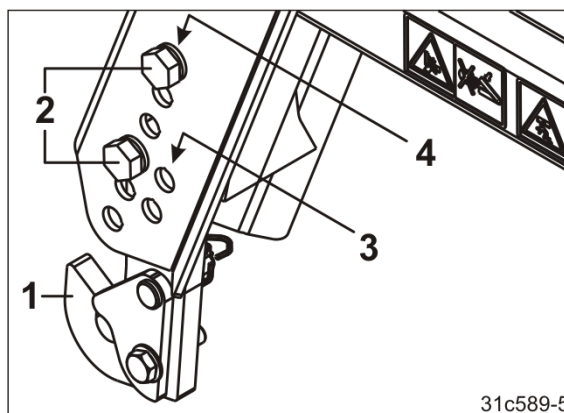

Fig. 93
1. Fijar cada gancho de sujeción (Fig. 93/1) con dos tornillos (Fig. 93/2) al bastidor de elevación.
- grupo de orificios (Fig. 93/3) para un diámetro de rodillo pequeño
- grupo de orificios (Fig. 93/4) para un diámetro de rodillo grande.